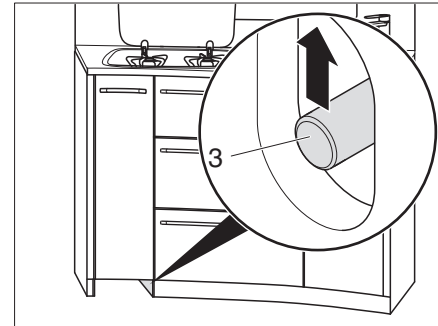

Fig. 124 Sbloccare i cassetti della cucina
- Spingere l'asta di spinta (Fig. 124,3) verso l'alto.